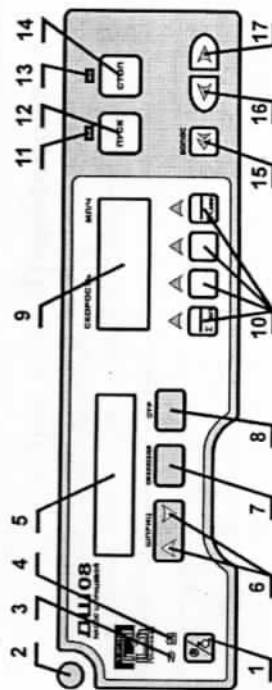

Рисунок 2
2.1.6. В насосе предусмотрена возможность изменения режима работы «индикатора состояния насоса» 2 (рисунок 2):
- загорятся индикаторы: тип питания (батарея /сеть ); «стоп»; на ЖКИ экране (см. рисунок 3) - объем и название шприца (в случае отсутствия шприца - индикация объема шприца погашена), заданный уровень окклюзии, на табло 9 (см. рисунок 2) - заданная скорость.